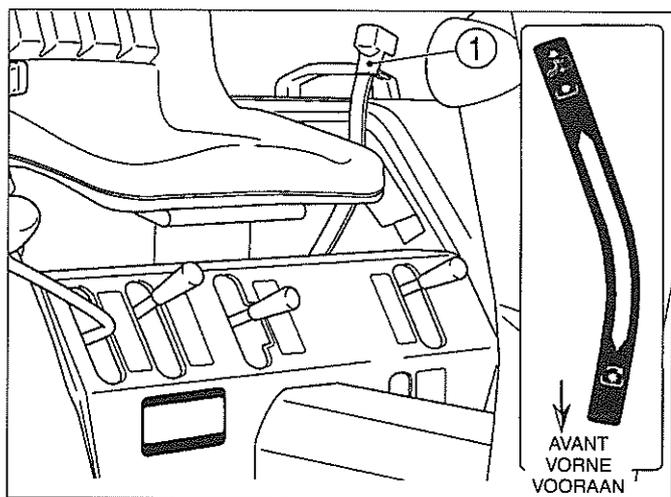

FIG. 33 / ABB. 33 / FIG. 33
FIG. 33 : Pour sélectionner la prise de force ventrale, respectez la même procédure que ci-dessus, mais utilisez le levier de commande de la prise de force centrale. Avec la pédale d'embrayage entièrement enfoncée, déplacez le levier (1) à la position  pour engager la prise de force et à la position  pour la désengager.